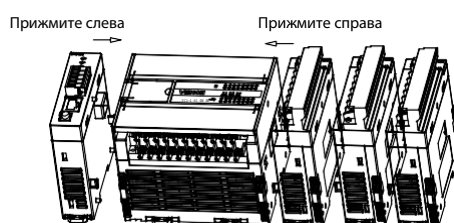

Рис. 1-4 Схема соединения аналогового модуля VC-4АО с основным модулем
(1) Модуль VC-4АО используется в серии VC программируемых контроллеров, его можно подключить через интерфейс локальной шины (см. рис. 1-4) к основному контроллеру или другому модулю расширения.
(2) После присоединения модуля VC-4АО к локальной шине вы сможете использовать его разъем интерфейса с правой стороны для подключения других модулей расширения из серии VC.
(3) Основной модуль программируемого контроллера серии VC может быть дополнен несколькими модулями расширения ввода-вывода и специальными функциональными модулями. Количество подключаемых модулей расширения зависит от мощности внутреннего источника питания контроллера. См. раздел «4.7 Технические характеристики источника питания» в руководстве пользователя для программируемого контроллера серии VC.
(4) Механизм модульного расширения не поддерживает «горячую» замену.